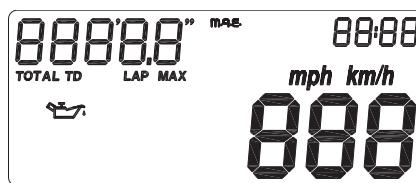

Fig. 16
- III^ª página (sólo en el primer encendido del instrumento): **Check de todos los segmentos del lcd durante aprox.3 seg. (fig. 16).**
- III^ª page (à chaque allumage de l'instrument) : **Contrôle de tous les segments de l'lcd pendant environ 3 sec. (fig. 16).**